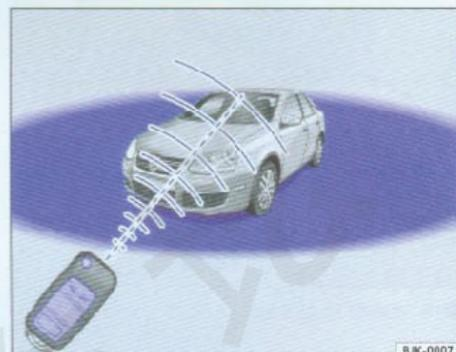

图22 遥控钥匙有效作用范围
无线遥控发射器和电池装在钥匙手柄内，无线接收器装在车内。若电池电量不足，无线遥控器的作用范围将缩小⇒图22。
- 遥控钥匙只能在图22中的蓝色有效区域内起作用。